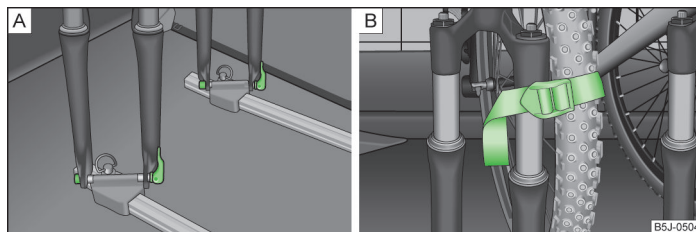

Fig. 59 Inserire la bicicletta / Esempio di fissaggio della ruota anteriore
- > Posizionare la forcella della bicicletta sull'asse di fissaggio e fissarla con l'unità di serraggio rapido » fig. 59 - **A**.
- > Se possibile, inserire la ruota anteriore smontata tra il pedale sinistro e il telaio della bicicletta stessa e quindi fissarla con una cinghia sulla forcella anteriore » fig. 59 - **B** o a uno degli elementi di fissaggio.